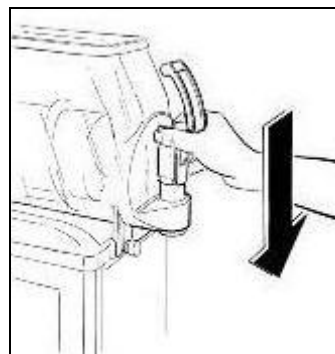

Fig. 25
- Rimontare il rubinetto (fig.25) avendo cura di cospargere con grasso di vaselina le guarnizioni per agevolare lo scorrimento dello stesso nella propria sede fino al completo inserimento.